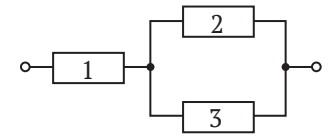

Fig. 3
- (3 baluri) Trei rezistoare sunt conectate într-un circuit electric (fig. 3). Ce cantitate de căldură se va degaja în circuit în 2 s, dacă intensitatea curentului în rezistorul 1 este egală cu 1 A, iar rezistența fiecărui rezistor constituie 2 Ohm?